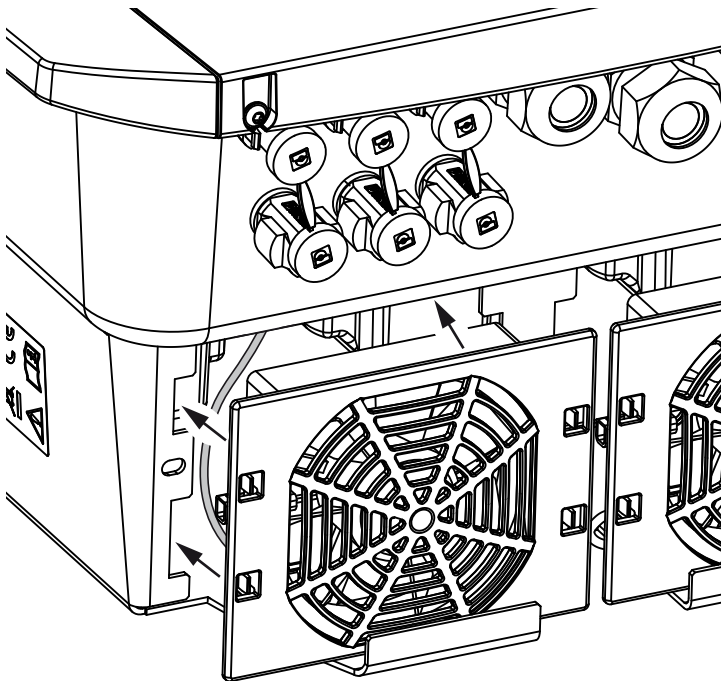

Fig. 77 : remise en place du ventilateur
- Il est correctement installé dans le châssis du ventilateur (sens du flux d'air). **➡ Fig. 77**